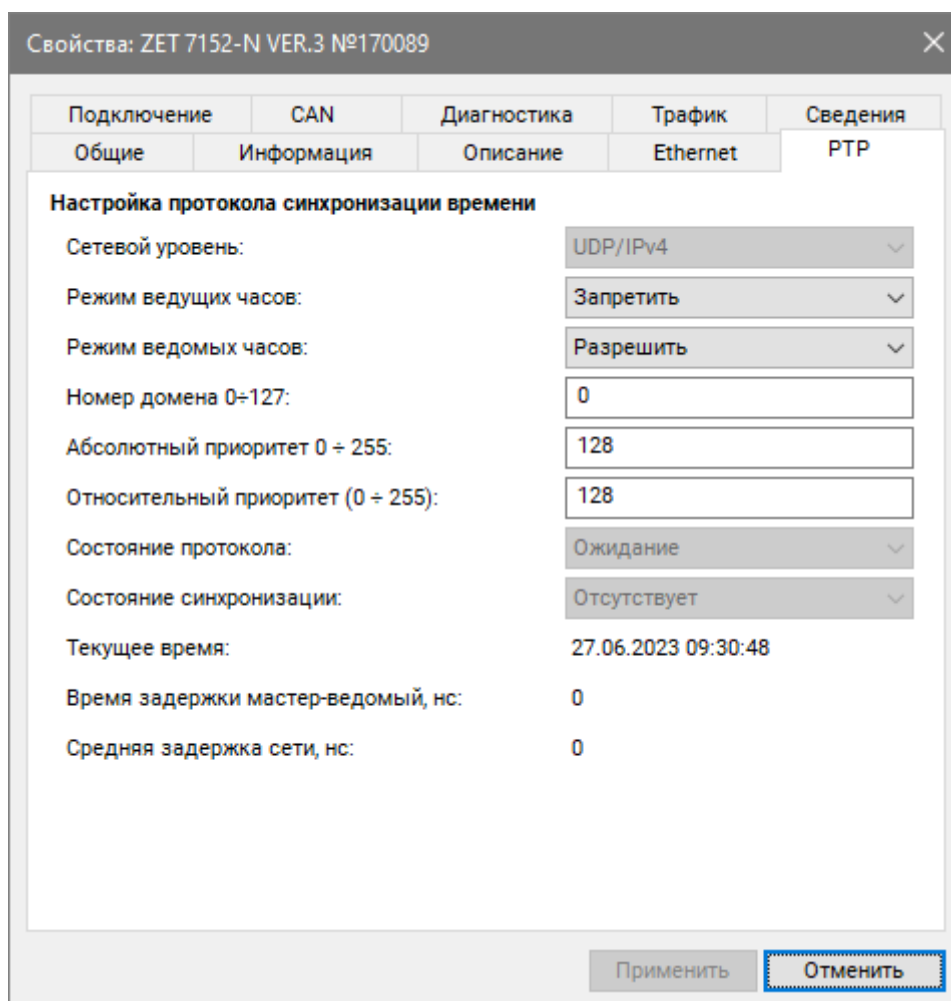

Рис. 5.3 Вкладка «PTP»
• В случаях, когда в системе задействовано несколько виброметров возможно настроить синхронизацию между ними по протоколу PTP. Для настройки синхронизации следует перейти на вкладку «PTP» (Рис. 5.3).